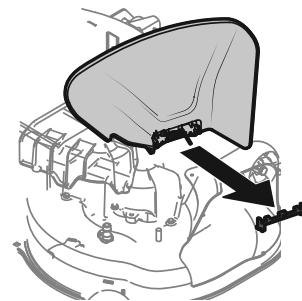

Figura 12
2. Abaixa a calha de descarga e remova a presilha de trava. Veja a Figura 12.